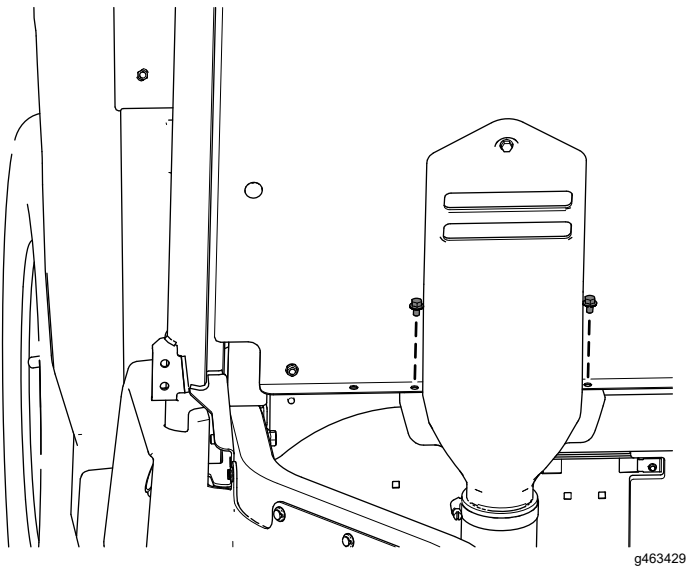

**Figure 29**
- G. Fixez le bas du capot d'admission de CVT au panneau de siège à l'aide des 2 boulons à embase ( $\frac{1}{4}$ " x  $\frac{3}{8}$ ") retirés précédemment, comme montré à la Figure 29.